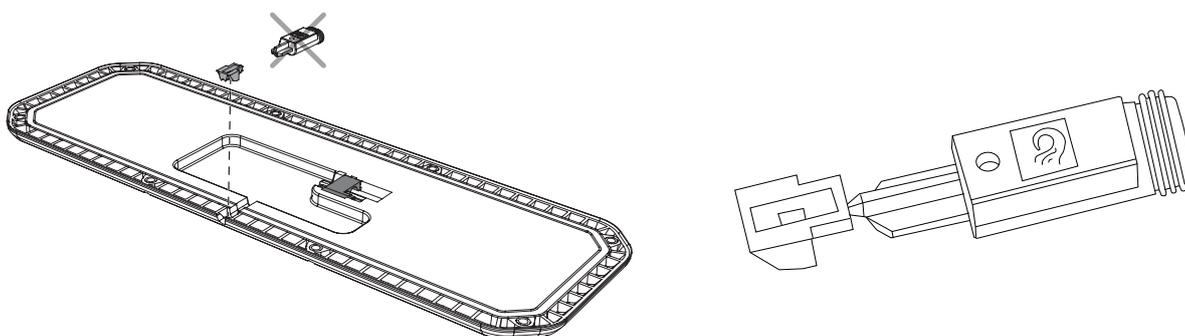

Figura 61. Montaje del tapón para sellar el UCU.
4. Suelte con cuidado la parte exterior del tapón y encaje la toma. Figura 61